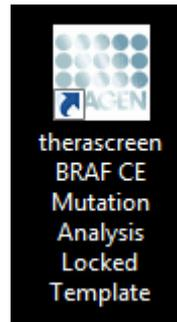

Figura 12. Icona del modello "*therascreen* BRAF CE Mutation Analysis Locked Template".
9. Avviare il software Rotor-Gene Q e contemporaneamente aprire il modello facendo doppio clic sull'icona "*therascreen* BRAF CE Mutation Analysis Locked Template", sul desktop del portatile collegato allo strumento Rotor-Gene Q (Figura 12).